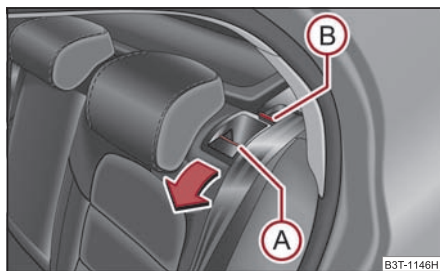

Fig. 84 Déverrouiller le dossier du siège
- En appuyant sur la poignée de déverrouillage (A) ⇒ fig. 84, vous pouvez débloquer les dossiers des sièges et les rabattre vers l'avant.
- Vérifiez si la tige rouge (B) est masquée ⇒ fig. 84.